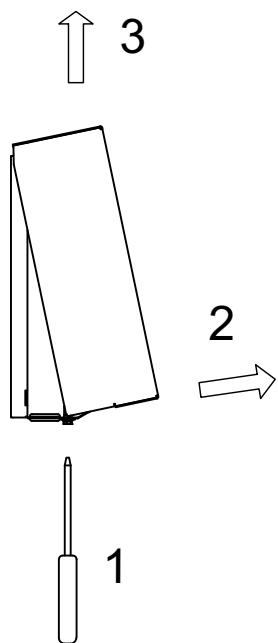

Fig. 3.2:Apertura del coperchio
- Aprire il coperchio del regolatore (Fig. 3.2 a pag. 3).